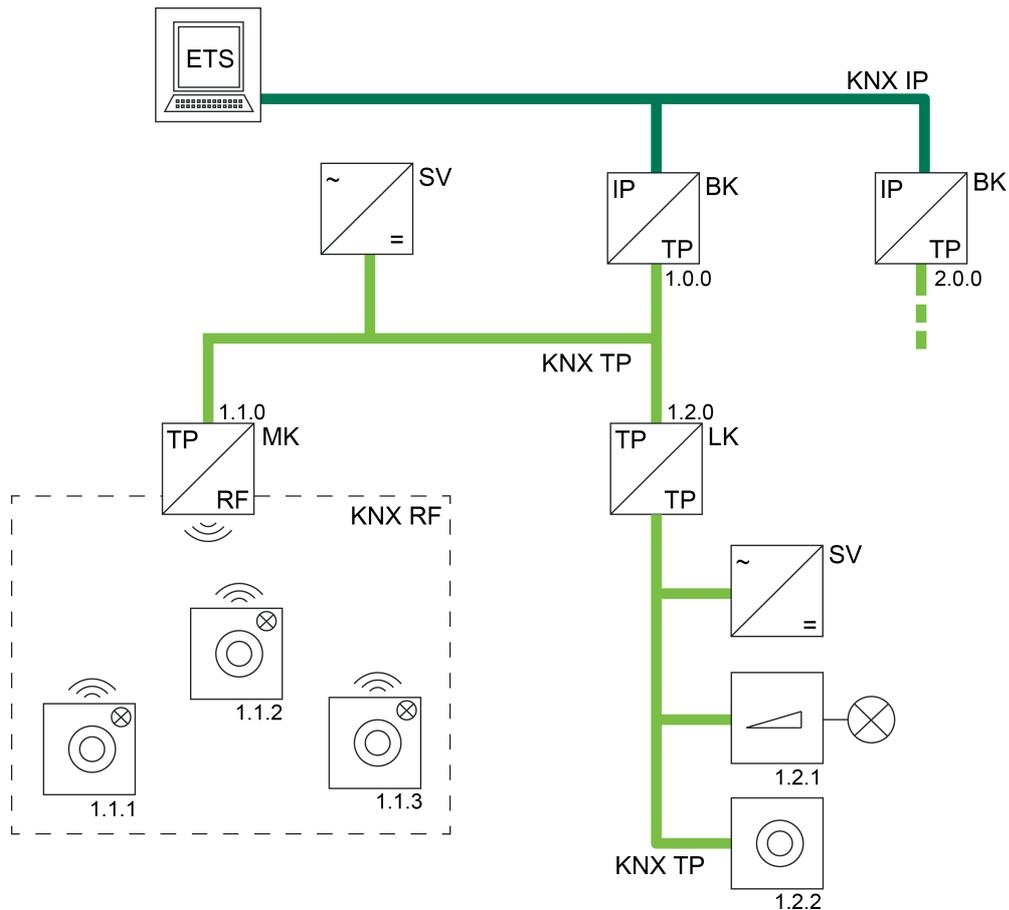

Bild 22: Beispiel einer möglichen KNX-Topologie mit einer KNX IP-Verbindung der ETS (KNX/net IP)
- Verwendung einer KNX IP Datenschnittstelle (KNX/net IP) (Bild 22):